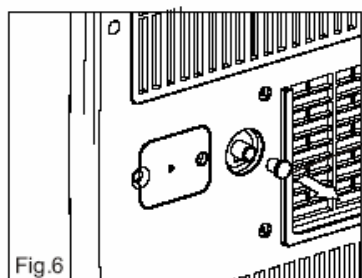

Fig.6
- Durante las modalidades refrigeración y deshumidificación, quite el tapón de la parte trasera de la unidad, instale la manguera de drenaje continuo (en algunos modelos no viene), y coloque el otro extremo abierto de la manguera en cualquier recipiente como por ejemplo un cubo. Por favor, remítase a la Fig.6 y 6a.